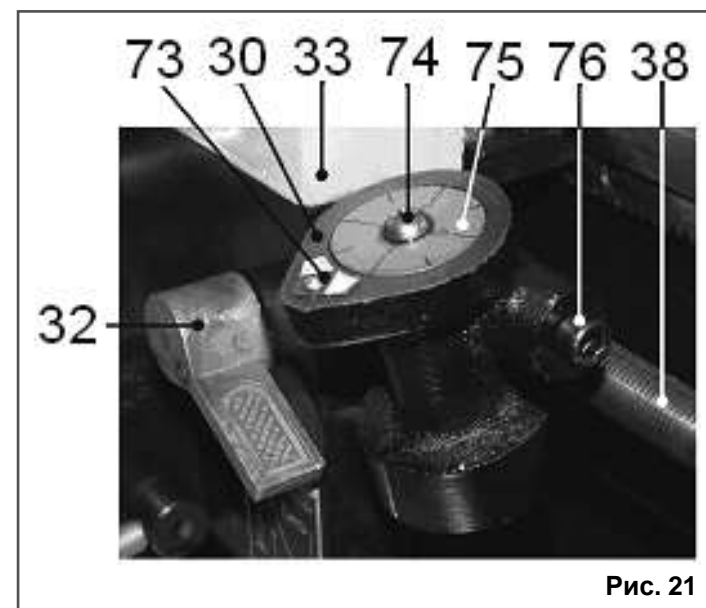

Рис. 21
10.7.8. По мере приближения резца (57) к концу нарезаемой резьбы, отведите резец (57), используя маховик (35) подачи поперечного суппорта, п. 10.3., Рис. 15, а переключателем (7) направления вращения шпинделя, Рис. 14, измените направление вращения. **Не переключайте ручку (32) управления разъёмной гайкой ходового винта (38) при выполнении операции нарезания резьбы до конца изготовления резьбы, Рис. 21.**
10.8. Индикатор нарезания резьбы (Рис. 21)
10.8.6. Маховиком (35) подачи поперечного суппорта (31), Рис. 2, установите глубину резания, не превышая 0,2 мм за один проход. Опустите вниз ручку (32) управления разъёмной гайкой ходового винта (38) и начните нарезание резьбы, Рис.21.
10.8.7. По мере приближения резца (57) к концу резьбы отведите резец (57), используя маховик (35) подачи поперечного суппорта (31), Рис. 15. Поднимите вверх ручку (32) управления разъёмной гайкой ходового винта (38), Рис.21. Вращая маховик (36) ручной подачи каретки (33), Рис.15, отведите каретку (33) назад к началу нарезания резьбы. Наблюдайте за вращающимся диском (75) индикатора нарезания резьбы (30). По мере совмещения метки (73), на корпусе индикатора нарезания резьбы (30) и ранее выбранного вами по таблице 5